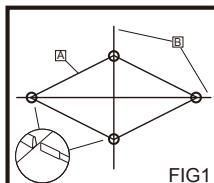

FIG1
- Inserte los tubos <B1> completamente dentro de los canales. (FIG1)